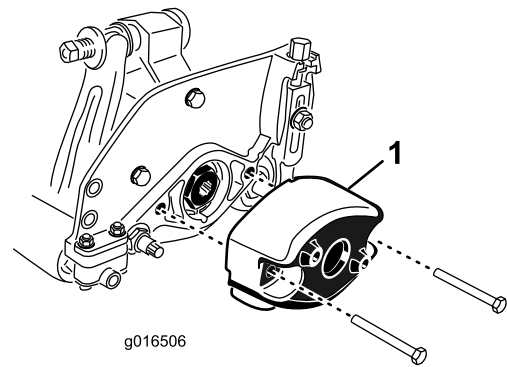

Bild 9
1. Nehmen Sie die zwei Schrauben ab, mit denen das Gegengewicht links hinten an der Schneideinheit befestigt ist. Nehmen Sie das Gegengewicht ab (Bild 9).
5. Schmieren Sie rechts hinten an der Schneideinheit etwas Öl auf den O-Ring und befestigen Sie das Gegengewicht mit den vorher entfernten Schrauben (Bild 9). Ziehen Sie die Schrauben auf 16-20 N·m an.